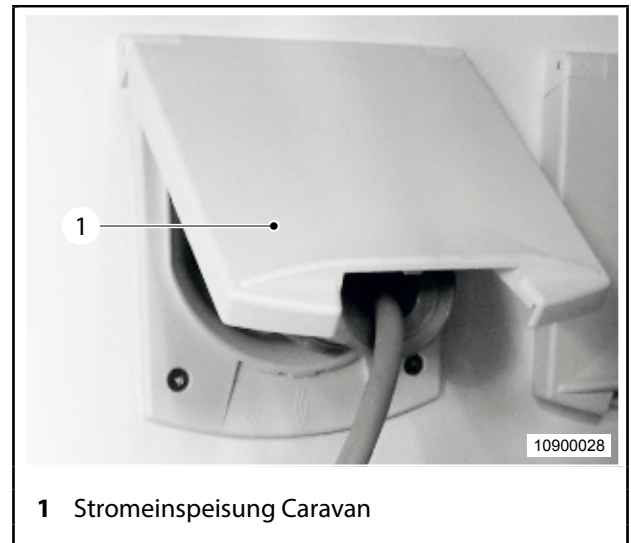

Abb. 23 Stromeinspeisung Caravan
1. Bei der Herstellung der elektrischen Verbindung immer von der Stromeinspeisung Caravan (Abb. 23, Pos. 1) her beginnen und zuletzt die Verbindung mit der Stromentnahmestelle herstellen.